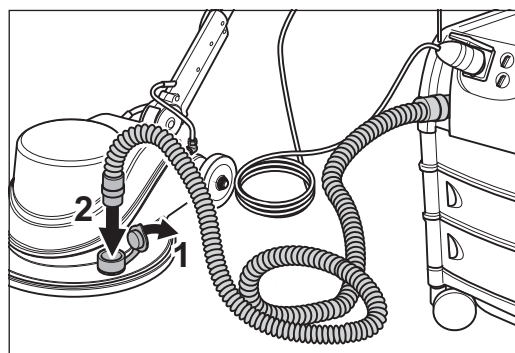

Abb. 31 Den Deckel öffnen (1) und den Schlauch an die SINGLE anschließen (2).
- 3 Öffnen Sie den Deckel des Absauganschlusses am Maschinengehäuse (Abb. 31, 1) und stecken Sie den Schlauch des Staubsaugers in den Absauganschluss (Abb. 31, 2).